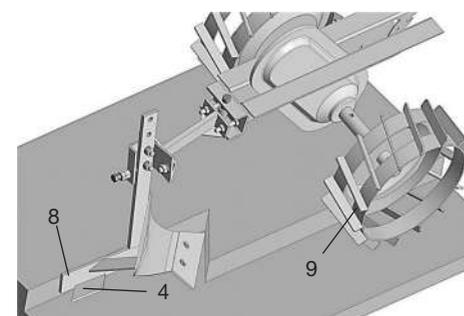

Рис. 5
Установить мотокультиватор правым колесом (9) в борозду, полученную при первом проходе – см. Рис. 5.
В борозде пятка (4) должна опираться на дно борозды, а полевая доска (8) – упираться в стенку борозды – см. Рис. 5.